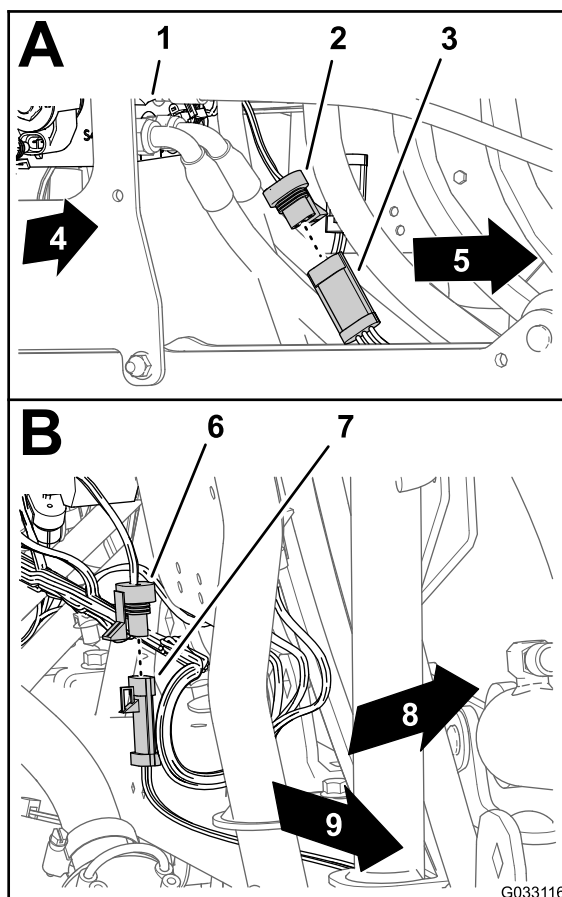

Figura 144
1. Conecte el conector hembra de 3 vías del arnés de cables del brazo sónico al conector de 3 pines del cable para el sensor ultrasónico derecho (Figura 144, A).
2. Conecte el conector hembra de 3 vías del arnés de cables del brazo sónico del conector de 3 pines del cable para el sensor ultrasónico izquierdo (Figura 144, B).